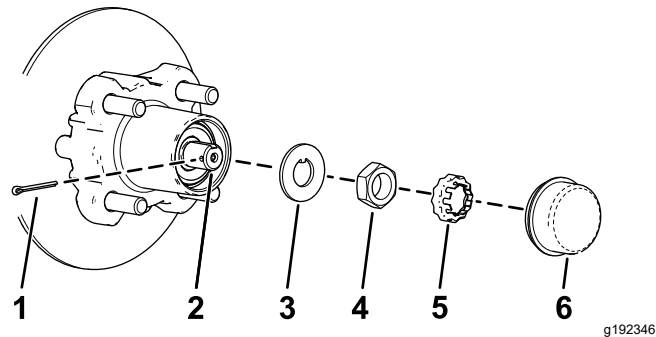
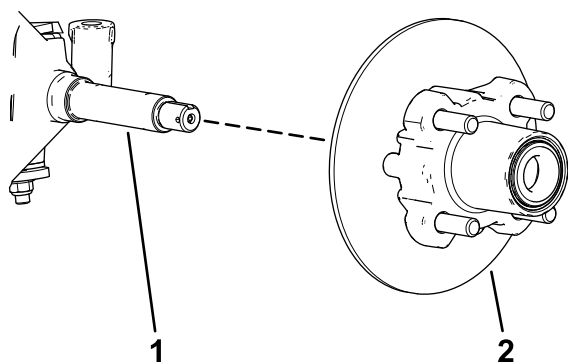

Figure 29
Figure 30
4. Retirez le couvre-moyeu du moyeu (Figure 29).
5. Retirez la goupille fendue et le frein d'écrou de la fusée et de son écrou (Figure 29).
6. Enlevez l'écrou de la fusée, et séparez l'ensemble moyeu et rotor de la fusée (Figure 29 et Figure 30).